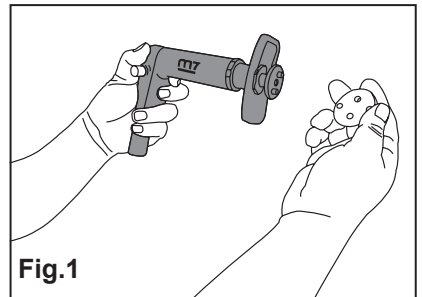

Fig.1
1. Choisir un adaptateur correspondant au piston de l'étrier de frein, puis l'insérer sur l'extrémité magnétique de l'outil **1**. Brancher l'outil à la ligne d'air comprimé, en s'assurant que la pression n'exède pas 8 bars. (Fig.1)